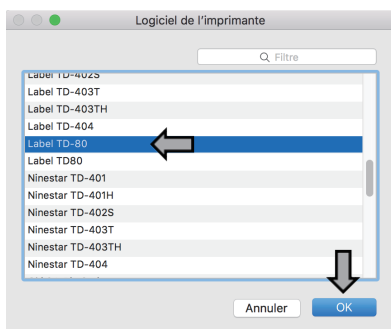

Fig.11
- ⑥ Allez à l'interface de sélection du logiciel d'impression, identifiez et sélectionnez le pilote correspondant à votre modèle d'imprimante, cliquez sur « OK » puis cliquez sur « Ajouter » pour terminer l'installation (voir les Figures 11 et 12).